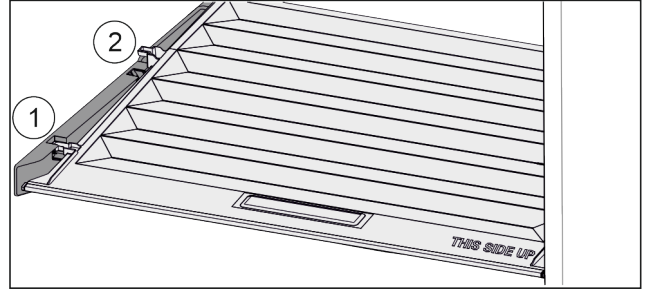

Fig. 36
- Kapağı tutma parçalarındaki girişle kadar öne çekin Fig. 36 (1)
- Arkada alttan kaldırın ve yukarı doğru alarak çıkarın Fig. 36 (2).